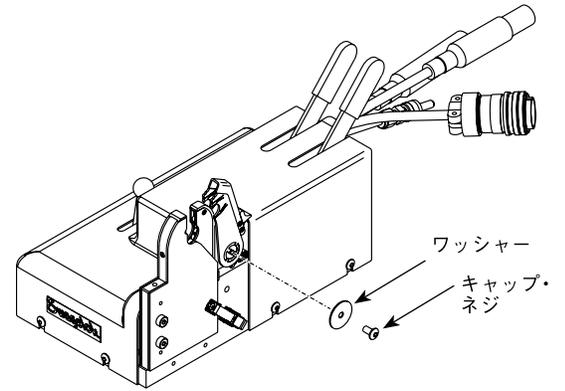

図 32：キャップ・ネジとワッシャーを取り外す
3. キャップ・ネジおよびワッシャーを取り外します。図 32 をご参照ください。